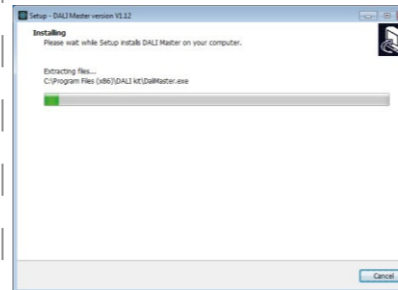

Figura 5 Avvio dell'installazione
**Fase 5:** Avvio dell'installazione come mostrato nella Figura 5.